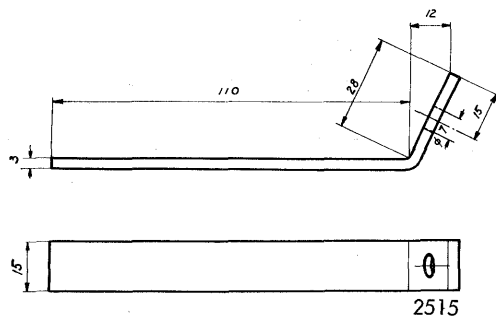
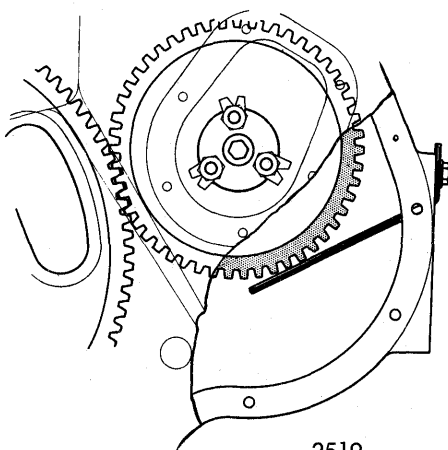

Fig. 25.
Fig. 24.
5. Afmonter dækslet på takthjulshusets venstre side, og monter en støtteplade under pumpedrevet, som vist i fig. 24. Denne støtteplade fremstilles efter skitsen fig. 25.